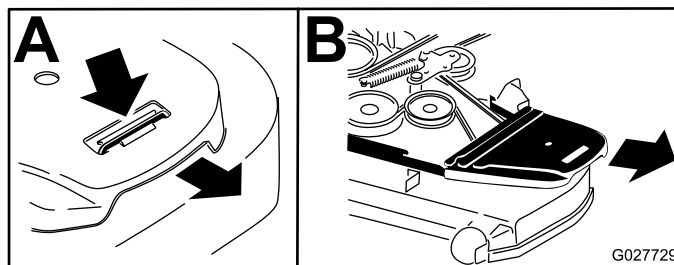

Figura 80
6. Retire las cubiertas de las correas y los pernos que están sujetos a las mismas (Figura 80).